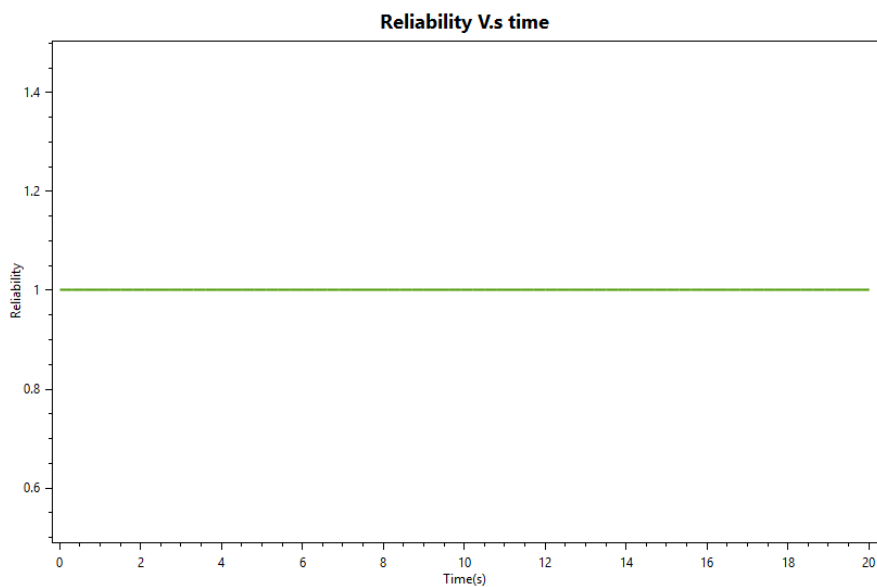

图 2.16 动力可靠度分析结果的可视化
- **(3)动力可靠度可视化:** 在菜单块 Reliability 下, 点击 Dynamic 按钮即可显示动力可靠度曲线图(如图 2.16 所示), 这里由于前面输入的可靠度阈值较大, 因此可靠度均为 1。